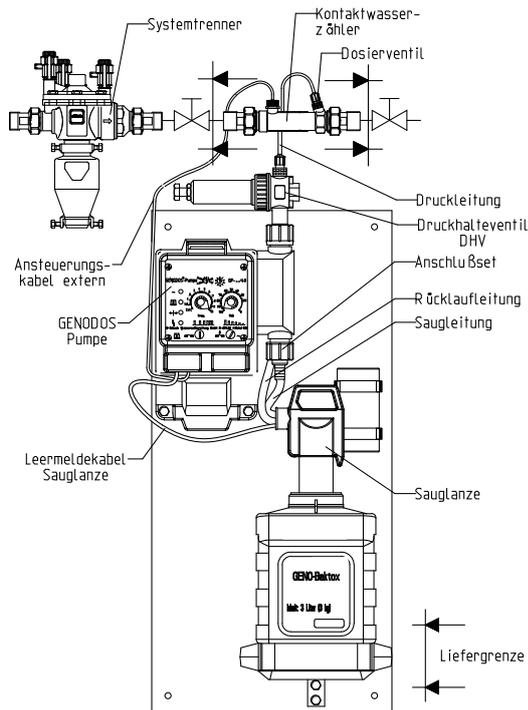
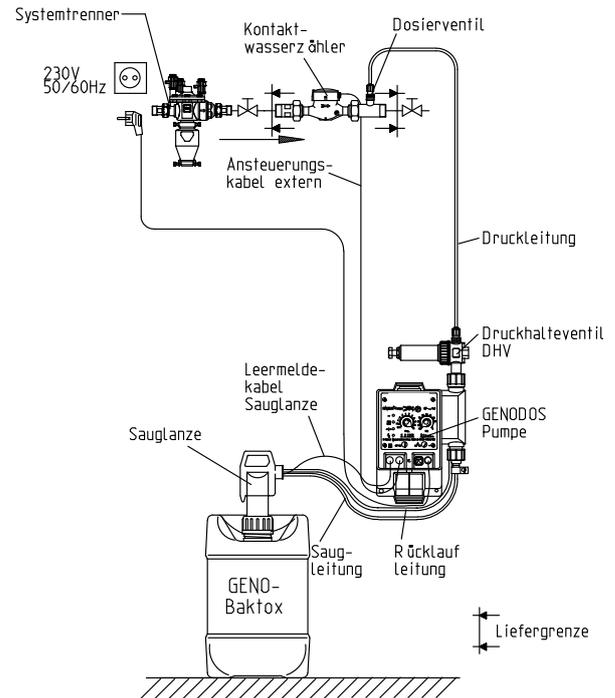

Abb. 2: Dosieranlage GENODOS DM-B 6
Abb. 3: Dosieranlagen GENODOS DM-B 10 – DM-B 30
- Das Dosierventil ist so zu setzen, dass vor dem Ventil und danach eine Absperrmöglichkeit vorhanden ist (siehe Abb. 2 und Abb. 3).
Die Wasserzähler müssen gemäß des angebrachten Flussrichtungspfeiles (→) in die Wasserleitung montiert werden. Bei den Kontaktwasserzählern der Nennweiten 1½“ und 2“ muss darauf geachtet werden, dass das Einlegeeteil mit Impfanschluss auf der Ausgangsseite des Wasserzählers montiert wird (siehe Abb. 3).